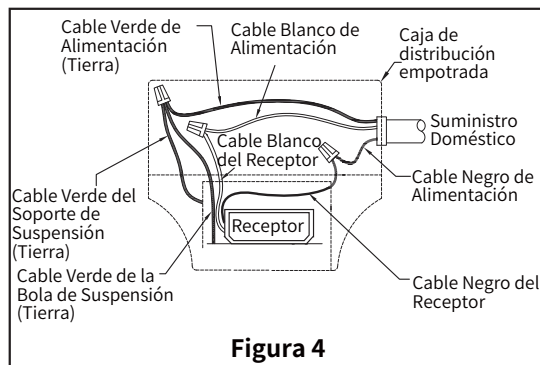

Figura 4
- Una vez realizadas las conexiones, los cables deben separarse con el conductor con toma de tierra y el conductor con toma de tierra del equipo en un lado de la caja de salida y el conductor sin toma de tierra en el otro lado, a continuación, gire los cables hacia arriba y empuje con cuidado los cables en la caja de salida, con los cables blanco y verde a un lado de la caja y los negros hacia el otro lado. (Figura 4)